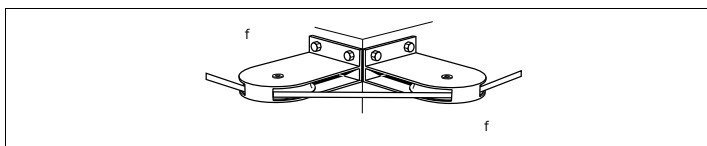

Fig. 4: Flessione intorno agli angoli
- Quando si devia la fune intorno agli angoli, montare 1 carrucola f su ciascun lato dell'angolo (Fig. 4).